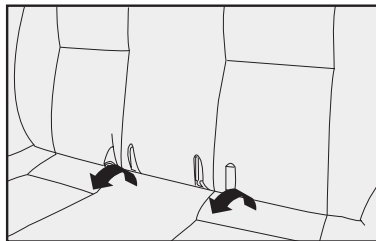

fig. 109
1) Recolher aos seus respectivos alojamentos no banco traseiro as fivelas e o cinto de segurança central **fig. 109**;